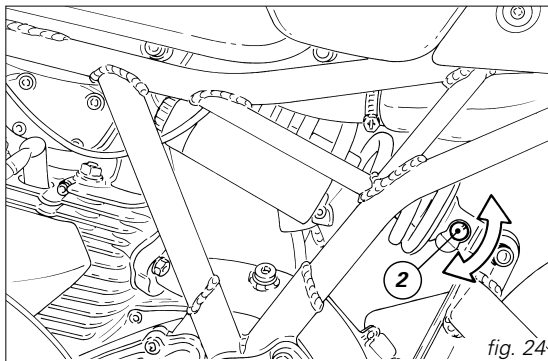

fig. 24
L'élément de réglage (2, fig. 24), placé à gauche en correspondance de la fixation de l'amortisseur au bras oscillant, règle l'action hydraulique de freinage en extension (détente).
- Élément de réglage (2, fig. 24) d'extension 8 cliquetis.
- Élément de réglage (2, fig. 24) d'extension 6 cliquetis.